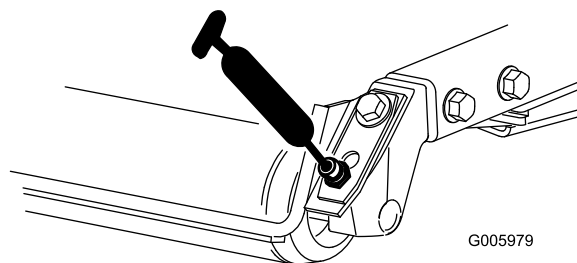

Figura 31
- Cuscinetti a rulli posteriori (2 per apparato di taglio) (Figura 31)